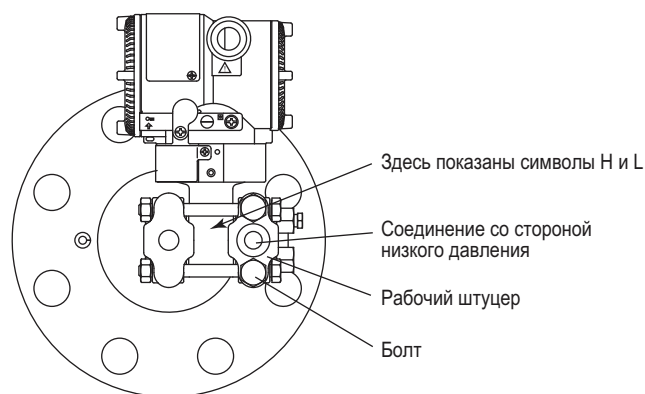

Рисунок 4.8 Символы Н и L на узле капсулы
(1) Проверка положения соединений высокого и низкого давления на датчике (Рис. 4.8)